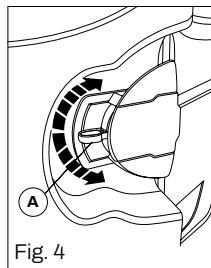

Fig. 4
- Tirer la poignée **A** vers l'intérieur pour déverrouiller la serrure. (Fig. 4)
- Pousser la poignée **A** vers l'intérieur pour verrouiller la serrure. (Fig. 4)